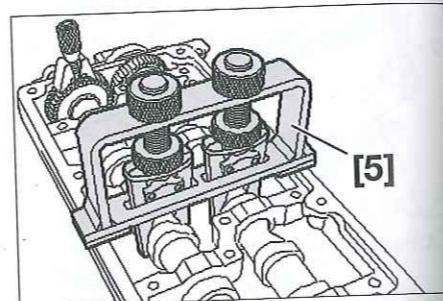

Fig. 60
- Colocar el útil de calado [5] como se indica y fijar de esta manera los ejes de levas en el apoyo (Fig.60).